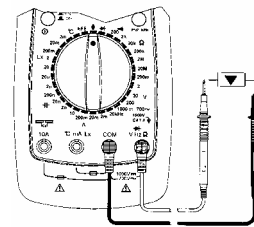

Рисунок 13
- (1) Вставьте штекер черного щупа в гнездо **COM**, а красного в гнездо **V**.
- (2) Установите поворотный переключатель в положение . Подключите щупы, как показано на рис. 13.
- (3) Если на дисплее Вы увидите только символ "0L", это означает состояние перегрузки.
- (4) При напряжении (низкий уровень)  $\leq 0.8$  В на дисплее появится символ "▼" и будет включен звуковой сигнал. При напряжении (высокий уровень)  $\geq 2.0$  В на дисплее появится символ "▲".